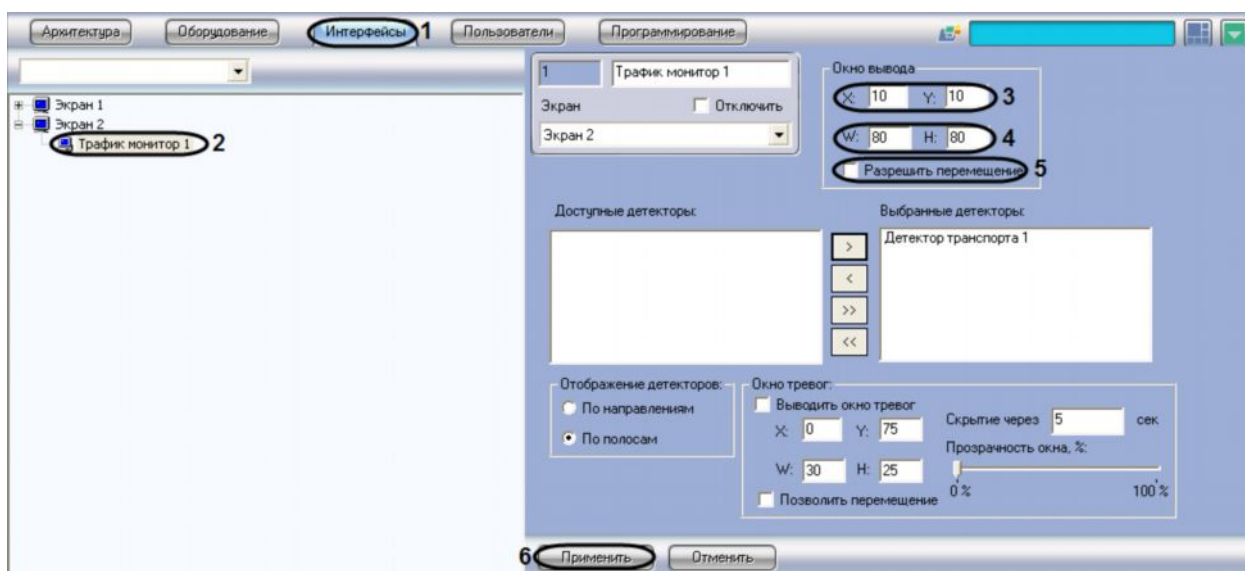

Рис. 7.8.2-1 Настройка размещения диалогового окна «Трафик монитор»
1. Перейти на вкладку «Интерфейсы» диалогового окна «Настройка системы» (см. Рис. 7.8.2-1, 1).
2. Выбрать в дереве объект «Трафик монитор» (см. Рис. 7.8.2-1, 2).
3. По умолчанию диалоговое окно «Трафик монитор» выводится в центральной части экрана (с координатами положения верхнего левого угла: $X = 10$, $Y = 10$). Для изменения положения на экране необходимо задать координаты его расположения в полях «X» и «Y» (см. Рис. 7.8.2-1, 3). Значения полей «X» и «Y» соответствуют координатам расположения левого верхнего угла диалогового окна на экране и выражаются в процентном соотношении относительно размеров экрана по горизонтали и вертикали соответственно.
4. По умолчанию диалоговое окно «Трафик монитор» занимает 80 % от общего пространства экрана. Для изменения размера диалогового окна необходимо задать его ширину в поле «W» и высоту в поле «H» (см. Рис. 7.8.2-1, 4). Значение полей «W» и «H» выражаются в процентном соотношении относительно размеров экрана по горизонтали и вертикали соответственно.
5. По умолчанию диалоговое окно «Трафик монитор» нельзя свободно перемещать по экрану. В том случае, если требуется разрешить перемещение диалогового окна, необходимо активировать флажок «Разрешить перемещение» (см. Рис. 7.8.2-1, 5).
6. Нажать кнопку «Применить» (см. Рис. 7.8.2-1, 6).